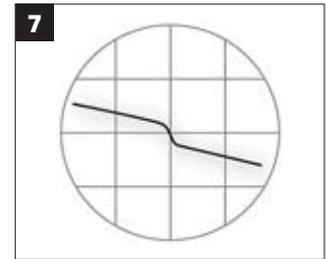

Bild 7: Nicht-reflektives Ereignis wie Fusionsspleiße
- **Nicht-reflektives Ereignis:** Fusionsspleiße sind nicht reflektiv, rufen jedoch eine geringe Dämpfung hervor. In Einzelfällen können auch sehr gute APC-Stecker als nicht-reflektives Ereignis erschienen (**Bild 7**).